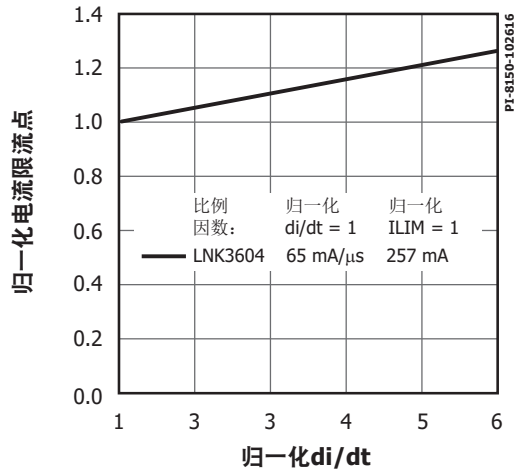

图22. 默认电流限流点相对于 di/dt 的变化
- D. 关于其他 di/dt 值时的电流限流点请参考图22、23、32和33。